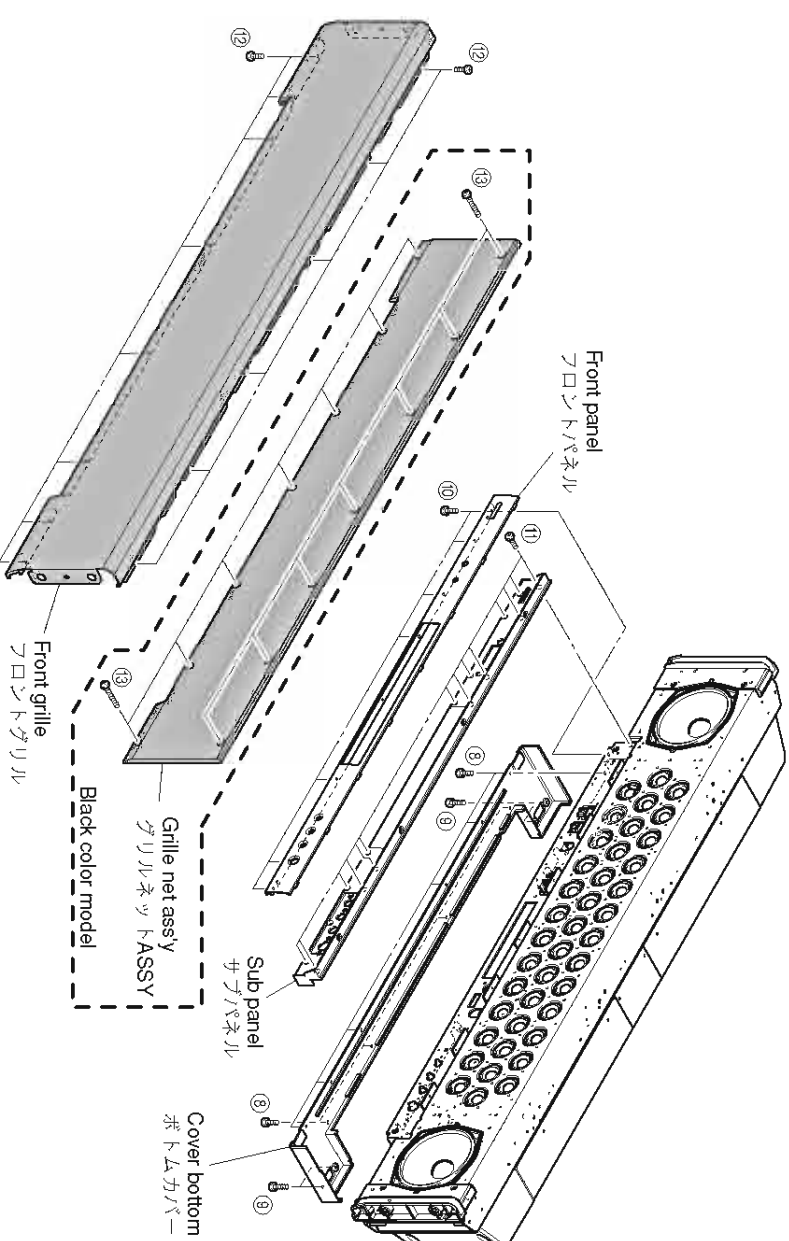

Fig. 2
- k. Remove 10 screws (⑧), 4 screws (⑨) and then remove the cover bottom. (Fig. 2)
- l. Remove 7 screws (⑩) and then remove the front panel. (Fig. 2)
- m. Remove 14 screws (⑪) and then remove the sub panel. (Fig. 2)
- n. Remove 14 screws (⑫) and then remove the front grille. (Fig. 2)
- a. Remove 14 screws (⑬). (Fig. 2)
- b. Remove grille net ass'y. (Fig. 2)
- k. ⑧のネジ10本、⑨のネジ4本を外し、ボトムカバーを取り外します。(Fig. 2)
- l. ⑩のネジ7本を外し、フロントパネルを取り外します。(Fig. 2)
- m. ⑪のネジ14本を外し、サブパネルを取り外します。(Fig. 2)
- n. ⑫のネジ14本を外し、フロントグリルを取り外します。(Fig. 2)
- a. ⑬のネジ14本を外します。(Fig. 2)
- b. グリルネットASSYを取り外します。(Fig. 2)